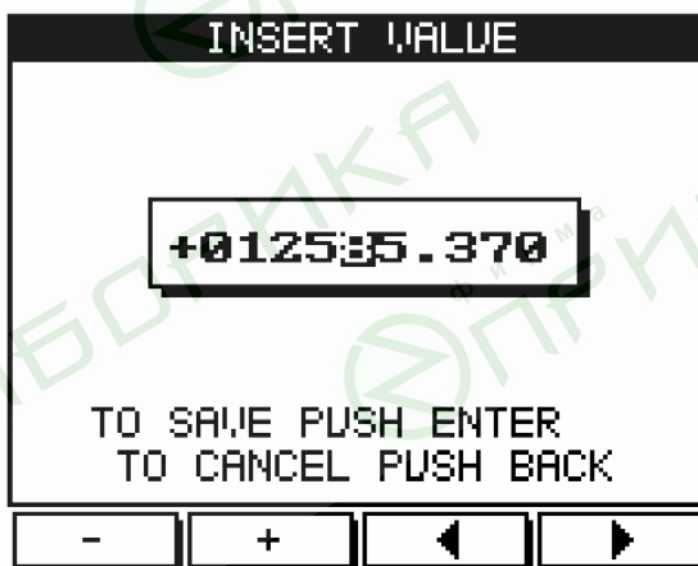

Рис. 15
8. Нажмите «Enter». На экране появится окно ввода значения первичного тока внешнего трансформатора (рис. 15):